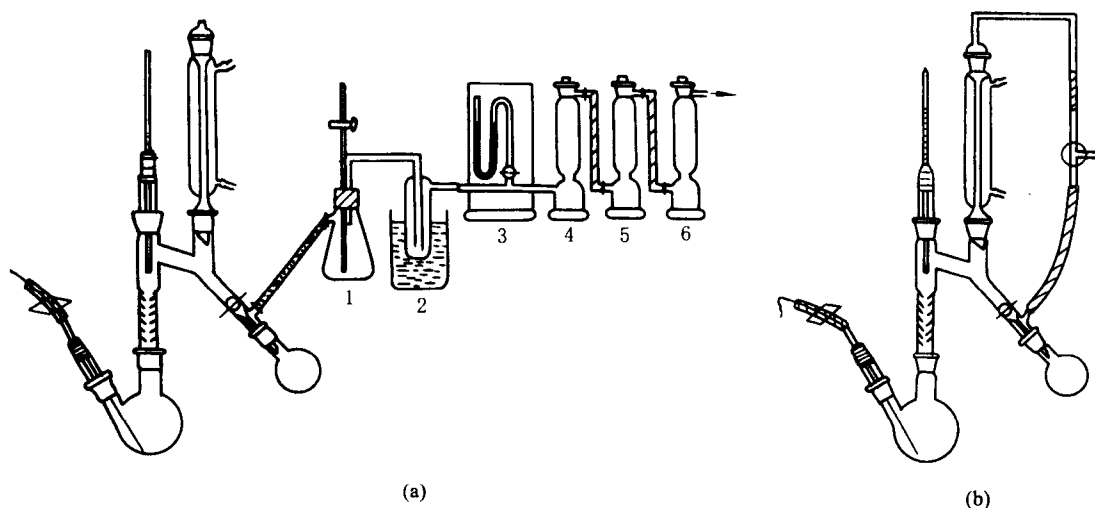

图 2-3 减压蒸（分）馏装置
在蒸馏部分和减压部分之间有一安全瓶，起防护作用，瓶口装有二通活塞。整个仪器装置如图 2-3 (a) (b) 所示。实验中，根据馏分沸点高低，可分别选用 (a) (b) 装置。
(1) 样品加到二口圆底烧瓶中 (体积在 $\frac{1}{3} \sim \frac{1}{2}$), 如图 2-3 (a) 安装好仪器。
(2) 旋紧减压毛细管上的螺旋夹, 打开安全瓶的二通活塞, 开泵抽气。然后再关闭二通活塞, 从水银压力计上观察系统所能达到的真空度。如因漏气而不能达到所需真空度, 应经泵处理后再抽气减压。
(3) 估计收集温度范围, 调节螺旋夹, 使液体中有连续平稳的小气泡通过 (如无气泡, 要更换减压毛细管, 更换时停止抽气)。开通冷凝水, 用电热套加热蒸馏。调节适宜的电压, 控制液体馏出速度为每秒 1~2 滴。整个蒸馏过程中, 都要密切注意温度计和压力计的示数。收集沸点范围一般不超过预期温度 $\pm 1^\circ\text{C}$ 。
(4) 当温度计读数发生变化或液体几乎蒸干时, 停止蒸馏。此时, 应先移去热源, 稍冷后, 渐渐打开安全瓶的二通活塞, 使系统与大气相通, 同时松开毛细管上的螺旋夹 (防止液体吸入毛细管), 当系统内外压力平衡后, 停止抽气, 关闭冷凝水, 卸下接受瓶。